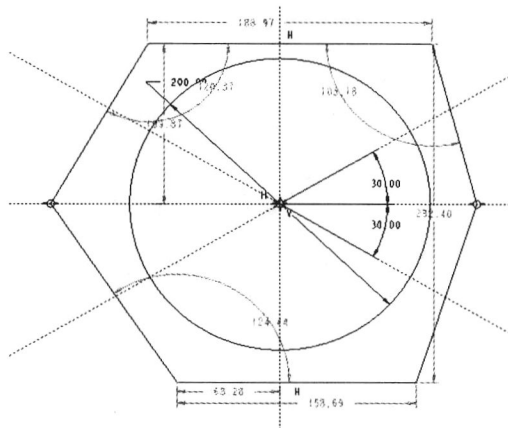

图 1-12 移动点 3 和点 6
Step4 单击“草绘器工具”工具栏“约束”面板中的“重合”按钮 ，然后选择点 3，点 3 被选中后将高亮显示，再选择水平中心线，使点 3 移到水平中心线上。采用同样的方法，将点 6 移到水平中心线上，如图 1-12 所示。